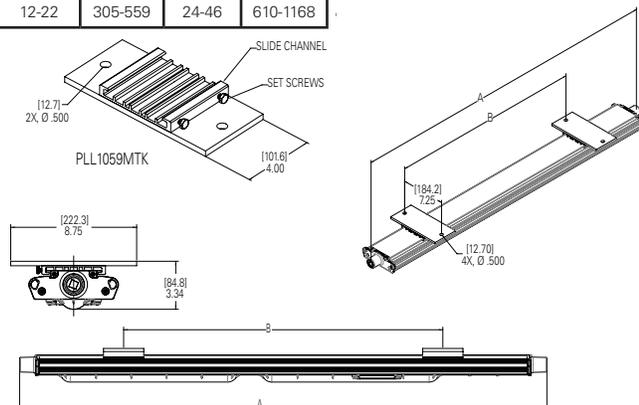

Imagen 12
2. Marque y taladre agujeros para sujetar los soportes de PLLA1059MTK. Use cuatro (4) pernos de 3/8" (no incluidos) en las medidas de centro a centro (ver Imagen 12). Para los soportes de PLLA1059MTK, los agujeros pueden estar espaciados según sea necesario. Se recomienda que estén separados al menos 12" (305mm) (ver Imagen 12).
3. El dispositivo ahora está listo para su montaje. Se recomienda encarecidamente que use a dos (2) personas especializadas calificadas para proceder con el montaje final del dispositivo. Se recomienda esto para evitar cualquier lesión personal o daño al dispositivo.
5. Ajuste los cuatro (4) tornillos de fijación de 1/4" en los canales deslizantes hasta que estén abajo (vea la Imagen 12). Aplique un torque de 78 pulgadas-libras. (8.8 N-m).